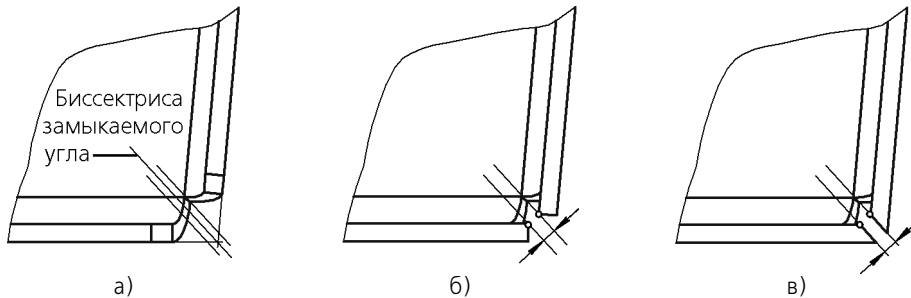

Рис. 108.35. Определение положения сторон угла при замыкании встык и плотном замыкании
1. В плоскости измерения зазора строится биссектриса замыкаемого угла (рис. 108.35, а).
2. С каждой стороны от биссектрисы на расстоянии, равном половине величины зазора, проводятся параллельные линии (рис. 108.35, а).
3. Стороны угла продолжают до соприкосновения с полученными линиями (рис. 108.35, б). При плотном замыкании стороны угла дополнительно модифицируются: их боковые грани становятся параллельны биссектрисе (рис. 108.35, в).